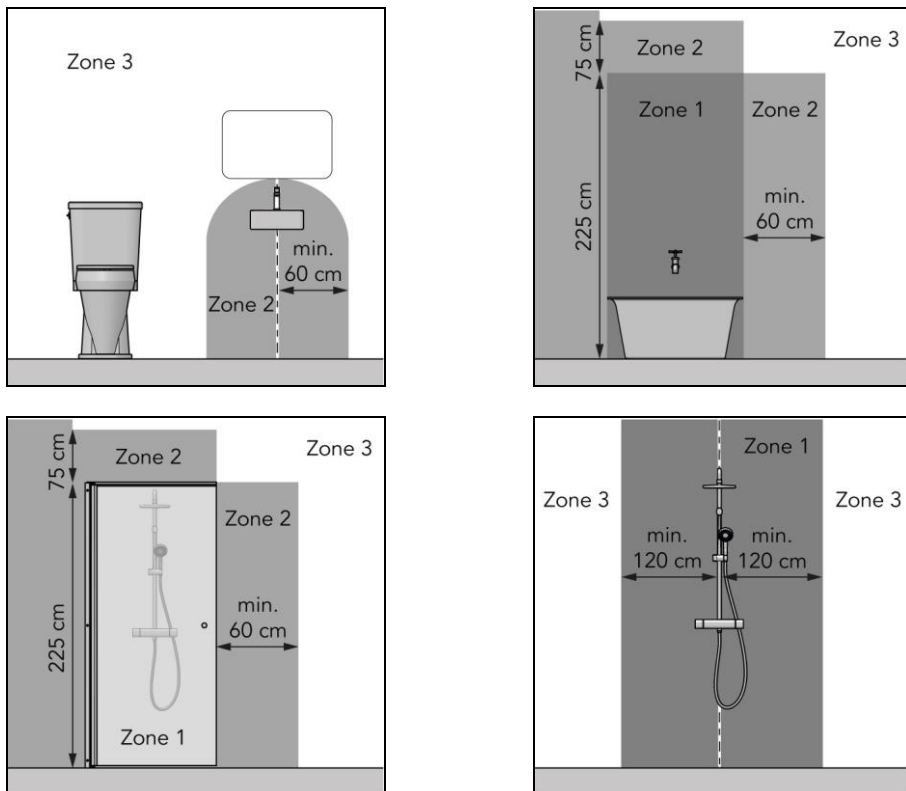

Figura 1
- în zona 3 a unui grup sanitar sau a unei băi cu cadă, a unui duș cu paravan sau fără paravan (Figura 1);
Alutherm Sani Verre este un încălzitor electric pentru baie, ușor de utilizat, destinat utilizării numai în zona 3 a băii (Figura 1). Dispozitivul este dotat cu un temporizator cu programare zilnică sau săptămânală. Alutherm Sani Verre Wi-Fi poate fi utilizat împreună cu aplicația Eurom Smart. Acest dispozitiv este destinat exclusiv pentru încălzirea spațiilor de locuit domestice și nu poate fi utilizat în alte scopuri. Dispozitivul este destinat exclusiv montării pe perete.